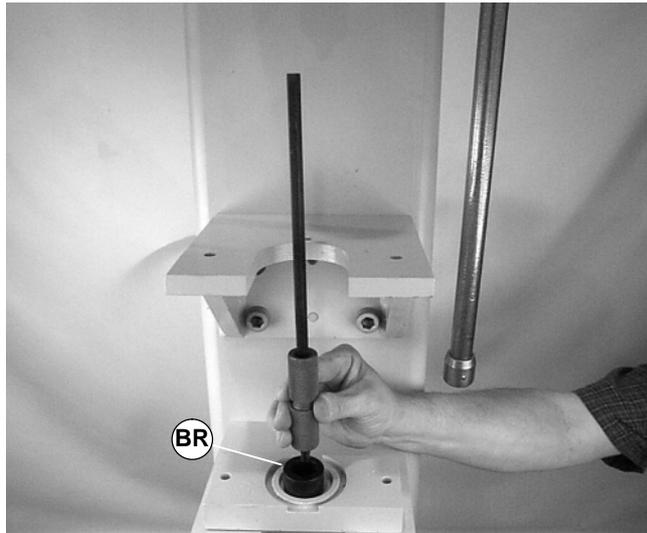

Abbildung 48
4. Den Lageramboß / das Lagerausbauwerkzeug so ausrichten (Teilnr. 25-09*) (BR siehe Abbildung 48), daß die Vertiefung nach oben zeigt. Die Antriebsrolle auf das Werkzeug legen.